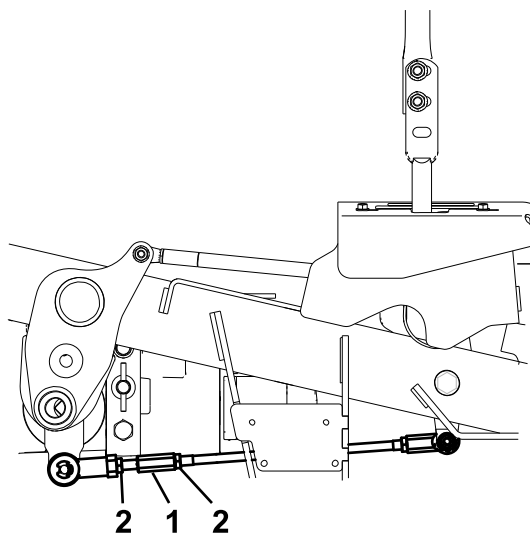

Figura 64
10. Regolate la lunghezza dell'asta di controllo della pompa facendo girare nella direzione opportuna i due dadi sull'asta, finché le ruote si spostano leggermente indietro (Figura 64).